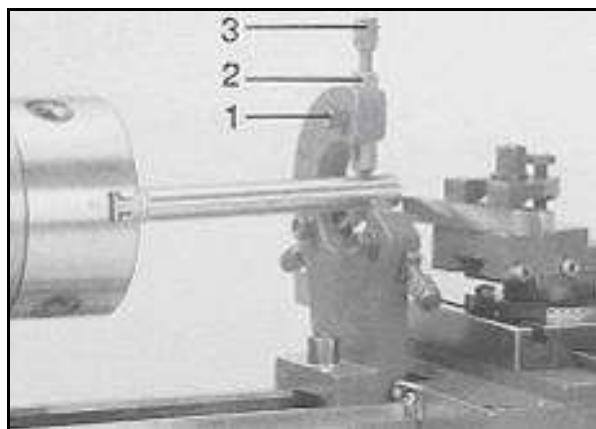

Рис. 23
Поворачивая винты с накатной головкой (3, Рис.23) пока все упорные губки (2) не соприкоснутся с заготовкой, не зажимая ее.